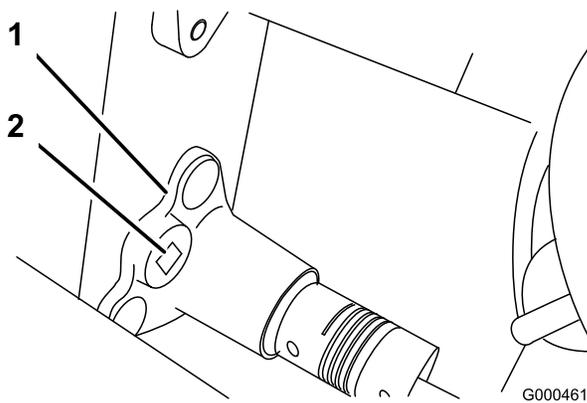

図 37
B. 3/8インチのトルクレンチでベアリング・ハウジングを0.4~0.46 kg・mのトルクで回転させてベルトを張る (図 37)。